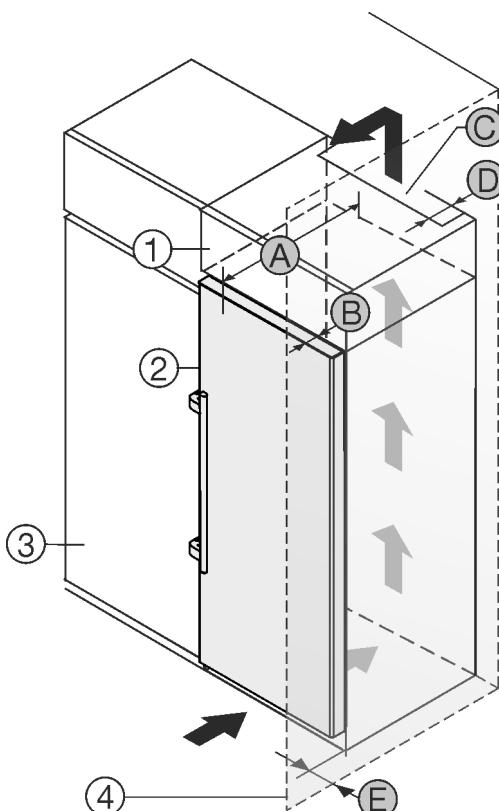

Fig. 1
Ви можете встановити пристрій безпосередньо поряд із кухонною шафою Fig. 1 (3).
Зі зворотного боку шафи для встановлення на пристрой слід передбачити вентиляційну шафу завглишки Fig. 1 (D) на всю ширину цієї шафи.
Слід дотримуватись вентиляційного отвору Fig. 1 (C) в стелі приміщення.
Якщо пристрій із шарнірами встановлюється поряд зі стіною Fig. 1 (4), відстань між пристроєм та стіною повинна бути не менше 57 мм. Це відповідає необхідній відстані для ручки після відкривання дверцят.
Щоб мати можливість повністю відкривати дверцята, потрібно, щоб пристрій виступав на відстань глибини дверцят Fig. 1 (B) відносно передньої панелі кухонної шафи. Залежно від глибини кухонних шаф Fig. 1 (3) та використання пристінних розпірок пристрій може ще більше виступати вперед.